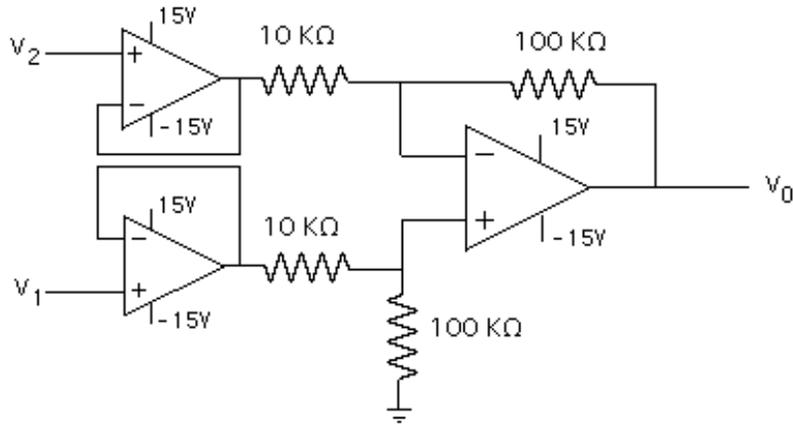

Figura 2.- Amplificador diferencial de instrumentación simple
8.- Para el circuito mostrado en la Figura 2 (Amplificador diferencial de instrumentación simple), explique la razón para conectar los seguidores de voltaje a cada una de las entradas del circuito anterior. Haga el diagrama de cableado del circuito que va a montar en el laboratorio.
13.- Monte el circuito de la figura 2 y compruebe primero la operación de los seguidores de voltaje por separado y luego la operación de todo el circuito, aplicando señales DC a ambas entradas de los seguidores de voltaje y comprobando que la salida presenta el voltaje esperado.